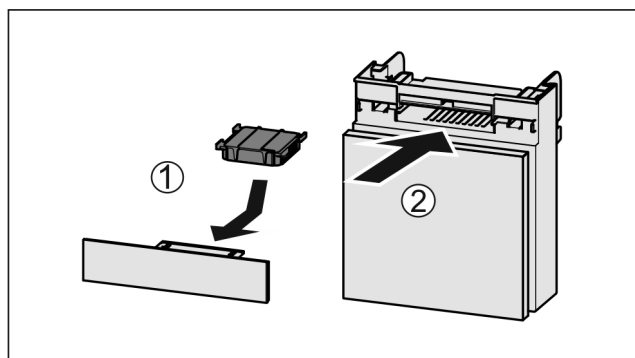

Fig. 182
- Вставити фільтр з активованого вугілля за малюнком Fig. 182 (1).
- Вставити відділення Fig. 182 (2).